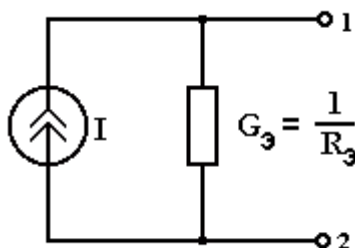
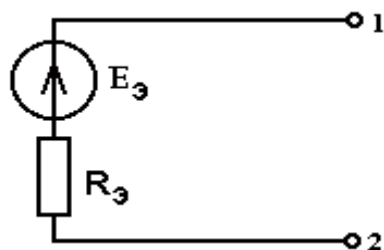

Рисунок 1.20
Рисунок 1.21
6. Эквивалентная схема цепи (рисунок 1.20) может быть представлена источником тока и эквивалентной проводимостью
7. Схему (рисунок 1.20) заменим эквивалентно на схему с источником ЭДС (рисунок 1.21)